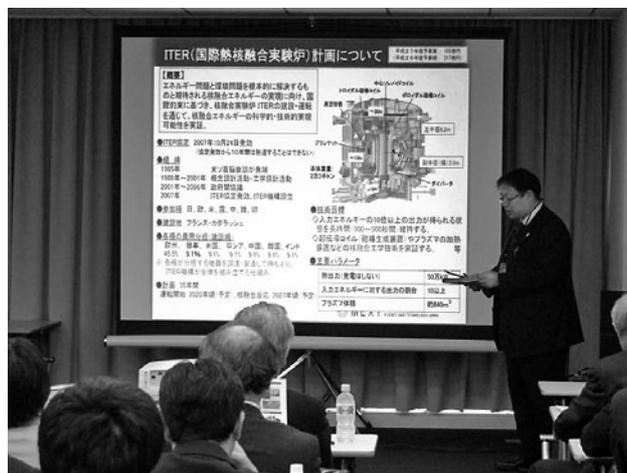

図2 第21回 ITER 企業説明会の様子。
2月4日、31団体から53名の参加者を迎えて、東京八重洲において第21回 ITER 企業説明会が開催された。今回は、文部科学省仙波秀志研究開発戦略官より、ITER 計画、ITER サイトの建設状況、ITER 機構の職員、幅広いアプローチ (BA) 活動の現状、ヘリカルおよびレーザー方式の研究開発状況、核融合エネルギーの段階的発展、原子炉に向けた現在の検討状況や核融合技術の産業応用について説明いただいた (図2)。また、原子力機構の草間義紀 ITER プロジェクト部長からは、ITER 計画における日本分担機器の調達状況、ITER 国内機関としての活動内容および組織構成、日本が担当する主要本体機器に関して88%の調達取決めが締結されたことが説明された。さらに、初プラズマまでの調達スケジュール、ジャイロトロンの調達進展、ITER ブランケット遠隔保守装置の調達進展、ITER テストブランケットの開発取決め、ITER トリチウム除去系の共同調達、ITER 知的財産管理および情報の普及に関する規則など、様々な分野で原子力機構の各発表者が説明した。講演後には参加された企業の方から多くの質問があり、活発な意見交換が行われた。